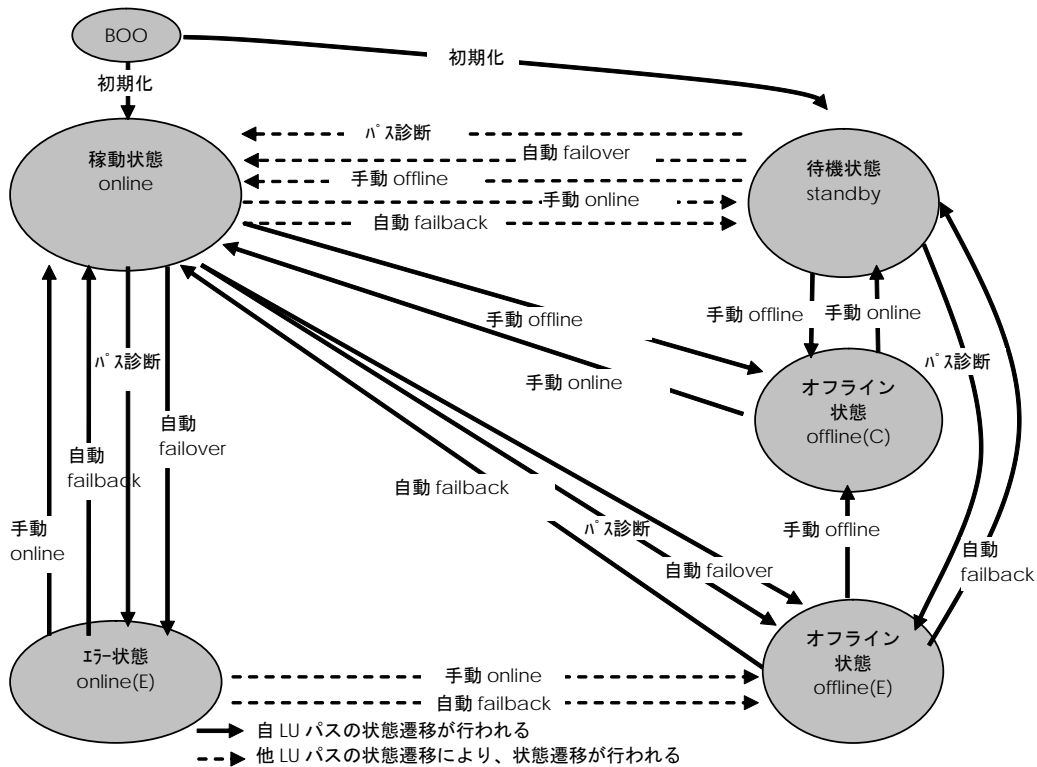

図 2-3 LU パスの状態遷移
LU パスの状態には、online、online(E)、standby、offline(C)、offline(E)の 5 つの状態があります。「図 2-3 LU パスの状態遷移」に各状態の説明を、図 2-3 に状態遷移図を示します。
ユーティリティソフトから変更できるパスの状態の詳細は、「LU パスの状態」図 2-3 LU パスの状態遷移 を参照してください。
- (1) HFC-PCM-2 が認識する LU パスのうち、online 状態又は standby 状態の LU パスが診断対象となります。自動 Failback が有効な場合は、online(E) 状態 及び offline(E) 状態の LU パスも診断対象となります。
- (2) 診断する LU パスは自動的に選択されます。手動で選択することはできません。
- (3) パス診断の実行の有無、診断間隔は、ユーティリティソフトにより変更することができます。
- (4) パス診断中に障害を検出した場合は、パスの状態が offline(E)または online(E) に変更されます。
- (5) パス診断によるパス状態の遷移については、「LU パスの状態」 図 2-3 LU パスの状態遷移 を参照してください。
- (6) ディスク以外のデバイス(Tape 等)は HFC-PCM-2 の管理対象外です。パス診断は実行されません。
- (7) 表 2-7 パス診断機能と同等処理を行なうオペレーション に示すオペレーションを契機に、パス診断機能と同等の処理を実行します。